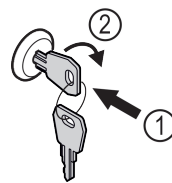

Fig. 191
- ▶ Insérer la clé. Fig. 191 (1)
- ▶ Tourner la clé à 90° dans le sens horaire. Fig. 191 (2)